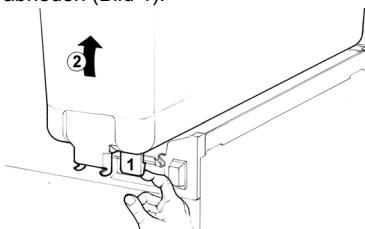

Bild 1
- 2 Leeren Behälter lösen durch Anheben an der **Rückseite** (gegenüber der Ausgabe) und nach oben abheben (Bild 1).